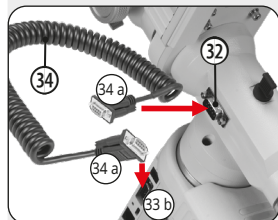

Fig. 19: Collegamento via cavo con il motore dell'asse DEC
2. Inserire un connettore DE9 (34 a) del cavo di collegamento DE9 (34) nella presa DE9 sul motore dell'asse DEC (32). Inserire l'altro connettore nella presa DE9 (33 b) sul pannello di collegamento (33). (Fig. 19)